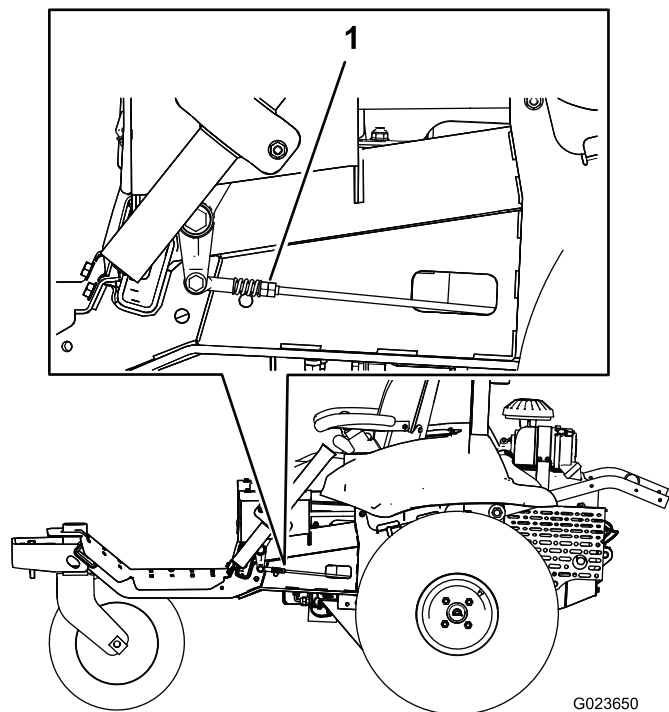

Figura 61
7. En un lado de la máquina, gire lentamente las tuercas dobles del acoplamiento (Figura 61) hasta que la rueda de ese lado empiece a girar, luego gire las tuercas en el sentido contrario hasta que la rueda gira en el sentido contrario.